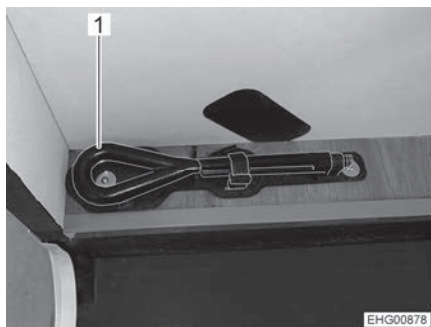

Bild 1 Bogserögla
- Enligt instruktionsboken för basfordonet Ford finns bogseröglan under passagerarstolen. I husbilen finns dock bogseröglan (Bild 1,1) i ett fäste på en golvavsats i det bakre lastutrymmet eller i gasboxen.